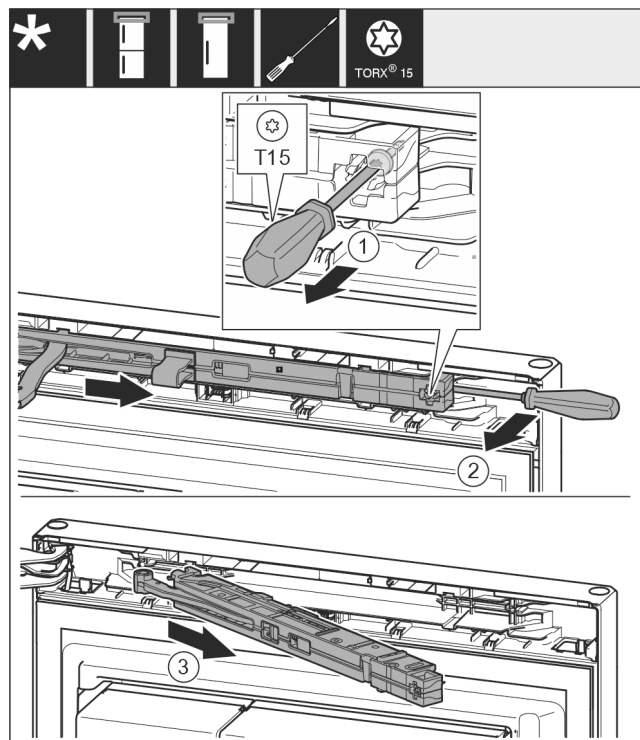

Fig. 12
- ▶ Ослабьте винт на узле амортизатора закрывания двери с помощью отвертки T15 примерно на 14 мм. Fig. 12 (1)
- ▶ При помощи отвертки со стороны ручки переместите за узел амортизатора и поверните узел вперед. Fig. 12 (2)
- ▶ Извлеките узел амортизатора. Fig. 12 (3)